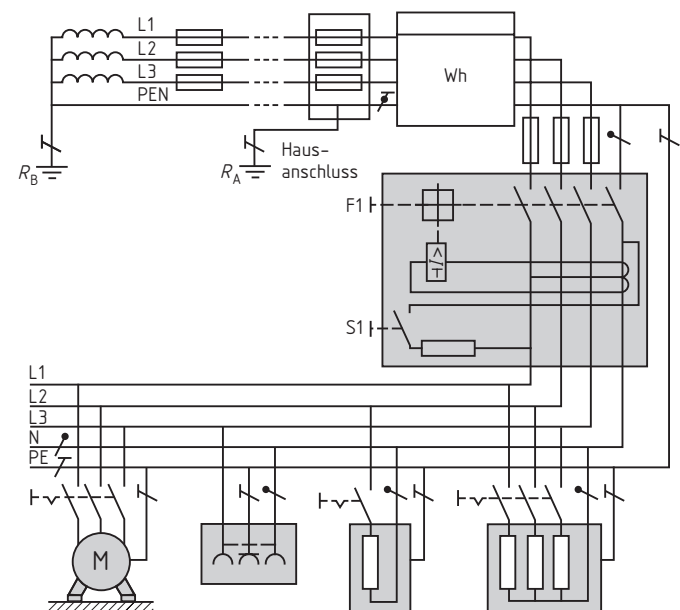

Bild 3: Schutz durch Abschaltung mittels RCD im TN-System
- Schutz durch Abschaltung mittels RCD (**Bild 3**),